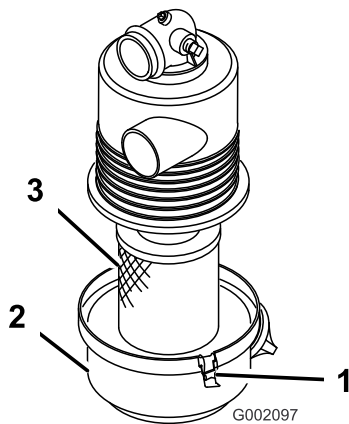

Figura 28
2. Abra los enganches que sujetan la tapa del limpiador de aire a la carcasa del limpiador de aire (Figura 28).
3. Separe la tapa de la carcasa, y limpie el interior de la tapa del limpiador de aire (Figura 28).
1. Inserte el filtro en la carcasa del limpiador de aire (Figura 28).
2. Alinee la tapa del limpiador de aire con la carcasa del limpiador de aire (Figura 28).
3. Sujete la tapa a la carcasa del limpiador de aire con los enganches (Figura 28).